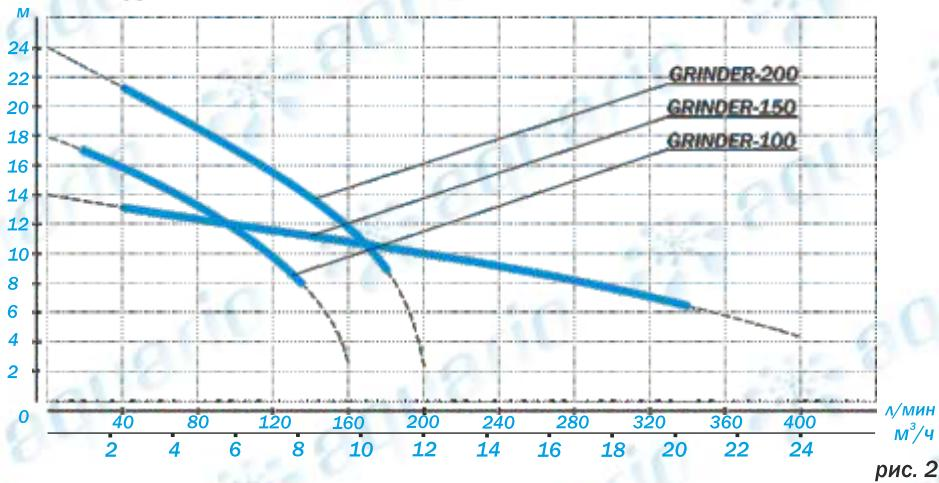

рис. 2
- Эксплуатация насоса должна осуществляться в пределах рабочего диапазона его расходно-напорной характеристики (рис.2). Использование насоса вне рабочего диапазона может привести к перегреву двигателя и выходу его из строя.